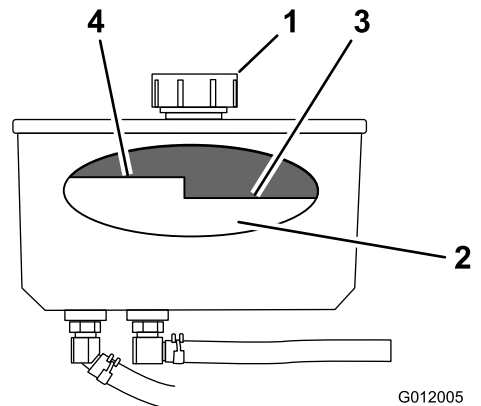

Figure 81
4. Nettoyez la surface autour du bouchon et du goulot de remplissage (Figure 81).
5. Enlevez le bouchon du goulot de remplissage (Figure 81).
**Remarque:** Lorsque l'huile est chaude, le niveau doit être en dessous du repère « à chaud » sur le déflecteur (Figure 81).